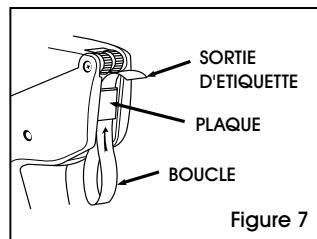

Figure 7
6. Faites glisser la bande d'étiquettes sous la plaque et tirez-la au travers jusqu'à ce que la boucle soit supprimée. (Voir figure 7)